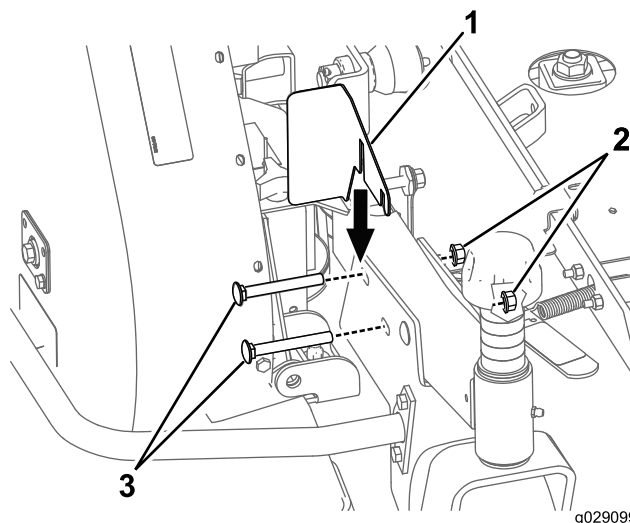

Figure 26
- Montez la protection de la poulie sur la machine (Figure 26).